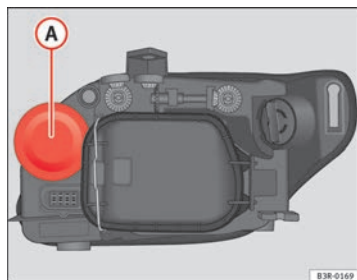

Abb. 196 Fernlicht
- Ziehen Sie die Gummikappe **A** ⇒ Abb. 196 ab.